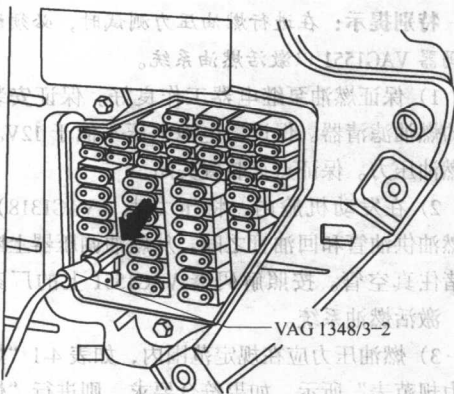

图 4-2 连接遥控器 VAG1348/3A
④ 燃油滤清器正常。
⑤ 点火开关已关闭。
① 打开仪表板左侧的熔丝盒盖。拔下熔丝支架上的熔丝 S228 (插座位置 28, 左列上数第 5 个大熔丝)。
② 用接线 VAG1348/3-2 将遥控器 VAG1348/3A 接到熔丝 S228 插座的右侧接线柱上 (箭头所示), 参见图 4-2。
①蓄电池电压不低于12V。
②燃油滤清器正常。
③点火开关关闭。
①打开仪表板左侧熔丝盒的盖, 拔下熔丝支架上的熔丝S228(插座位置28, 左侧上数第5个大熔丝)。
②用接线VAG1348/3-2将遥控器VAG1348/3A接到熔丝S228插座的右侧接线柱上(箭头所示), 参见图4-2。
③将线夹接到蓄电池正极上, 取下燃油加油管端盖, 拆下发动机罩盖。